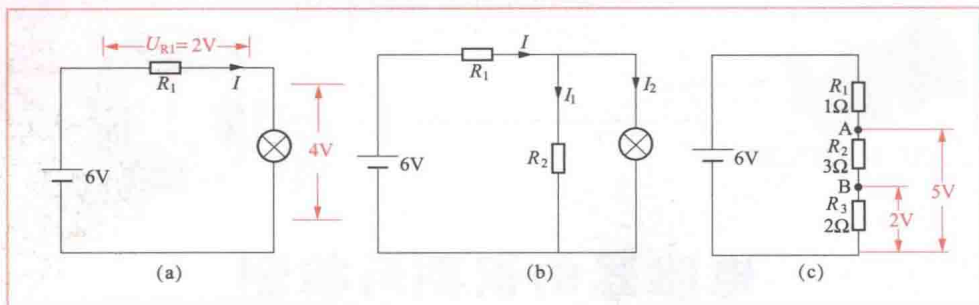

图 1-2 固定电阻器的功能说明图
固定电阻器的主要功能有降压、限流、分流和分压。固定电阻器的功能说明如图 1-2 所示。
(1) 降压限流。在图 1-2 (a) 中，电阻器 R_1 与灯泡串联，如果用导线直接代替 R_1 ，加到灯泡两端的电压有 6V，流过灯泡的电流很大，灯泡将会很亮，串联电阻 R_1 后，由于 R_1 上有 2V 电压，灯泡两端的电压就被降低到 4V，同时由于 R_1 对电流有阻碍作用，流过灯泡的电流也就减小。电阻器 R_1 在这里就起着降压、限流功能。
(2) 分流。在图 1-2 (b) 中，电阻器 R_2 与灯泡并联在一起，流过 R_1 的电流 I 除了一部分流过灯泡外，还有一路经 R_2 流回到电源，这样流过灯泡的电流减小，灯泡变暗。 R_2 的这种功能称为分流。
(3) 分压。在图 1-2 (c) 中，电阻器 R_1 、 R_2 和 R_3 串联在一起，从电源正极出发，每经过一个电阻器，电压会降低一次，电压降低多少取决于电阻器阻值的大小，阻值越大，电压降低越多，图中的 R_1 、 R_2 和 R_3 将 6V 电压分成 5V 和 2V 的电压。